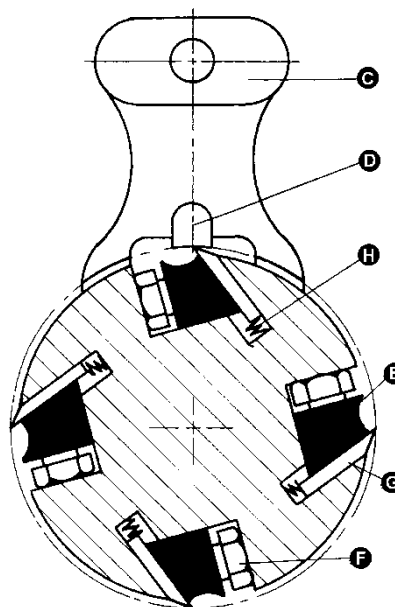

Рис. 20
3. Для проверки и регулировки ножей используйте шаблон (см. Рис. 20, 21), проверьте все четыре ножа. Ножи должны касаться нижнего края центрального выступа шаблона.
4. Если требуется регулировка одного или более ножей, немного ослабьте прижимную планку ножа (Е, см. Рис. 20), повернув шесть стопорных винтов (F, см. Рис. 20) на прижимной планке. Поверните винты так, чтобы только ослабить прижим ножей в посадочном пазу вала, не нарушая установку и положение самих ножей. Сделайте это для всех четырех ножей одновременно.
5. Поместите шаблон на нож (G, см. Рис. 20), продолжайте ослаблять стопорные винты (F, см. Рис. 20), пока пружины (H, см. Рис. 20) не начнут поднимать нож. Когда нож коснется центрального выступа (D, см. Рис. 20) зафиксируйте прижимную планку, немного закрутив шесть стопорных винтов (F, см. Рис. 20) в пазу.
7. После того, как все четыре ножа закреплены винтами, туго закрутите шесть стопорных винтов (F, см. Рис. 20, 21) первого ножа в пазу, начиная с винтов по краям, затем центральные винты,
3. Чтобы снять нож, ослабьте прижимную планку (Е, см. Рис. 20), повернув шесть стопорных винтов (F, см. Рис. 20) на прижимной планке. Снимите прижимную планку (Е, см. Рис. 20), нож (G, см. Рис. 20) и пружины (H, см. Рис. 20).
8. Поместите на нож шаблон (С, см. Рис.20).
9. Придерживая шаблон на ноже, ослабьте все шесть стопорных винтов (F, см. Рис. 20), поворачивая их на прижимной планке (Е, см. Рис. 20), пока режущий край не коснется выступа (D, см. Рис. 20) на шаблоне. Зажмите прижимную планку, закрутив обратно шесть стопорных винтов в пазу.
11. После того, как все четыре ножа закреплены винтами, поставьте на место и закрутите шесть стопорных винтов (F, см. Рис. 20) в пазу, начиная с винтов по краям, затем центральные винты, пока нож не будет надежно закреплен в валу. Таким же образом затяните три оставшихся ножа.